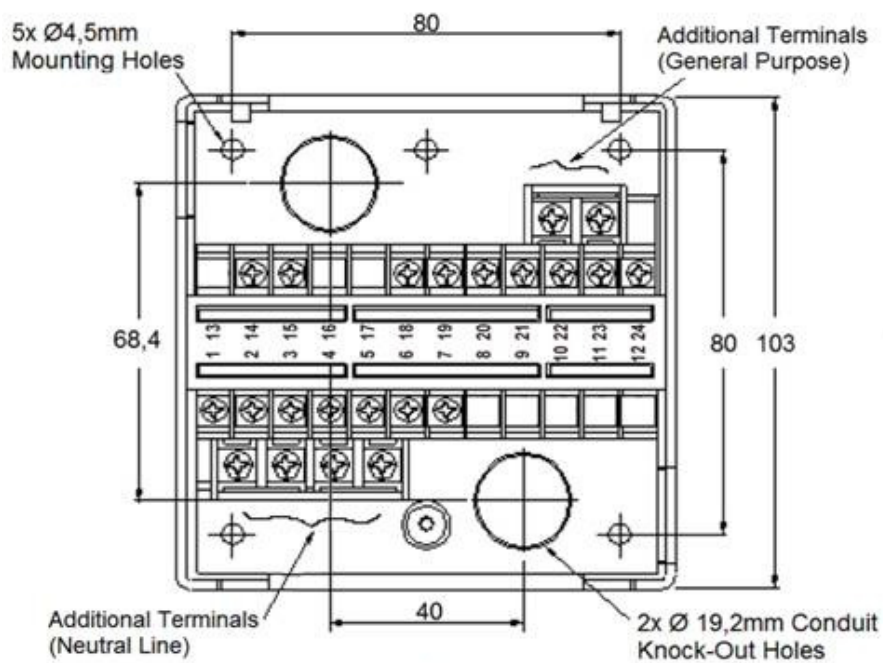

図 2. サブベース取付寸法図(mm)と端子レイアウト
1. 図 2 はサブベース上のターミナルのレイアウトを表します、そして、図 3-1 から 3-3 は外部装置への接続例を表します。